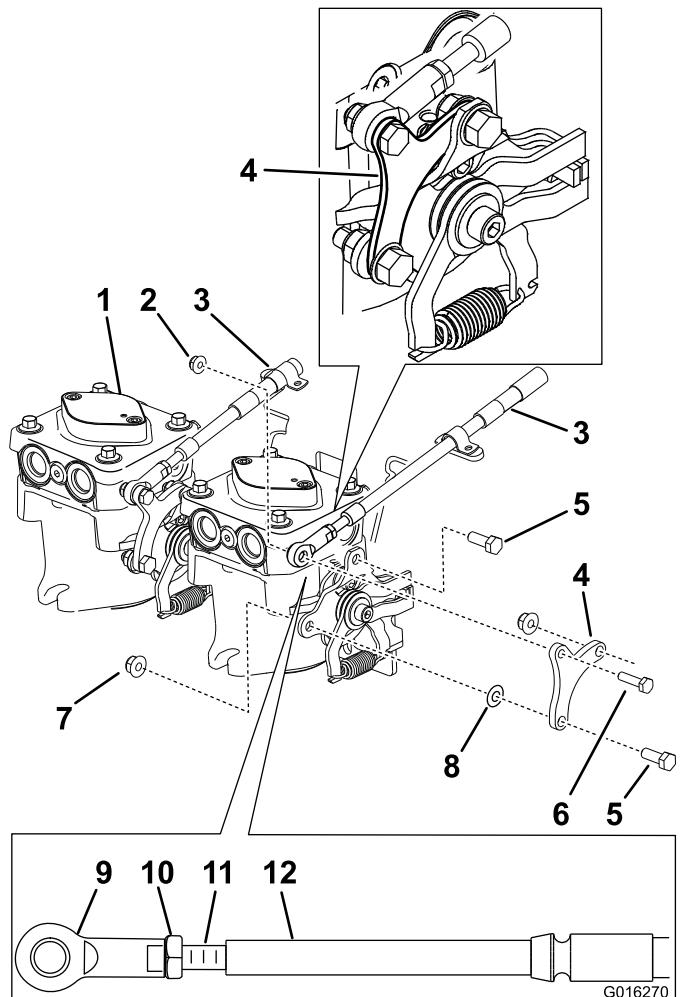

Figure 13
6. Déposez les bras de pompe existants de chacune des pompes (Figure 13). Mettez toutes les fixations de côté.
9. Posez un bras neuf sur chaque pompe avec 2 boulons existants (5/16 x 7/8") et 2 écrous à embase existants (5/16 pouce) (Figure 13).
10. Connectez l'extrémité de câble inférieure au nouveau bras de pompe avec un boulon (1/4 x 1") et un écrou à embase (1/4 pouce). Répétez la procédure de l'autre côté (Figure 13).